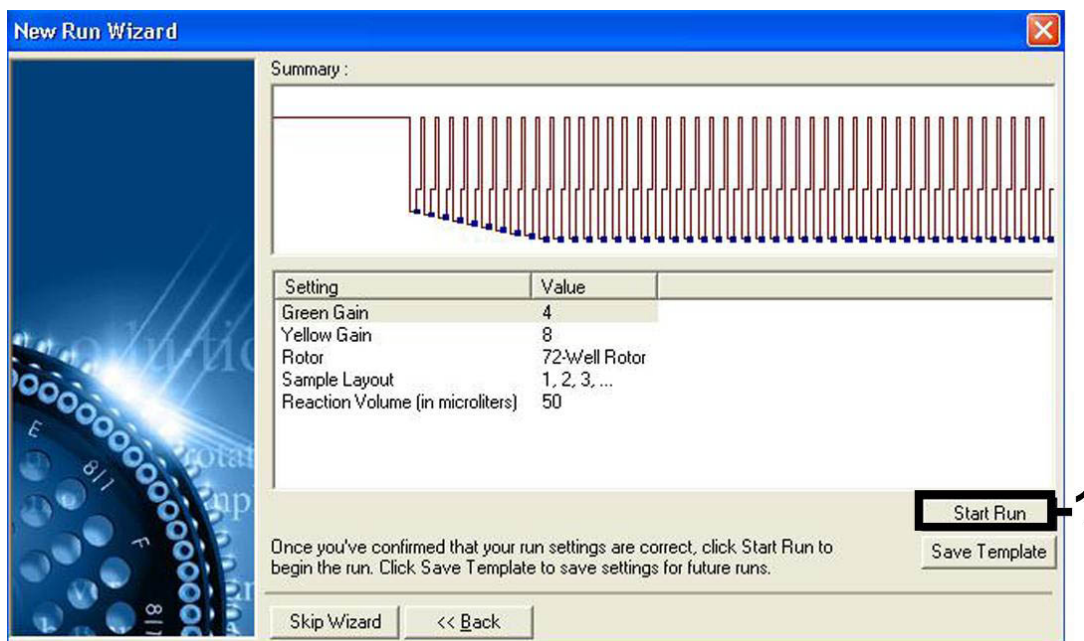

Figura 7. Iniciando o ensaio. Note que, no Rotor-Gene 3000, o software definirá os corantes fluorescentes como "FAM/Sybr" e "JOE".
Iniciando o ensaio	Figura 7
- Os valores de ganho determinados pela calibração do canal são salvos automaticamente e são enumerados na última janela do menu do procedimento de programação (Figura 7). Clique em "Start Run" (Iniciar ensaio).